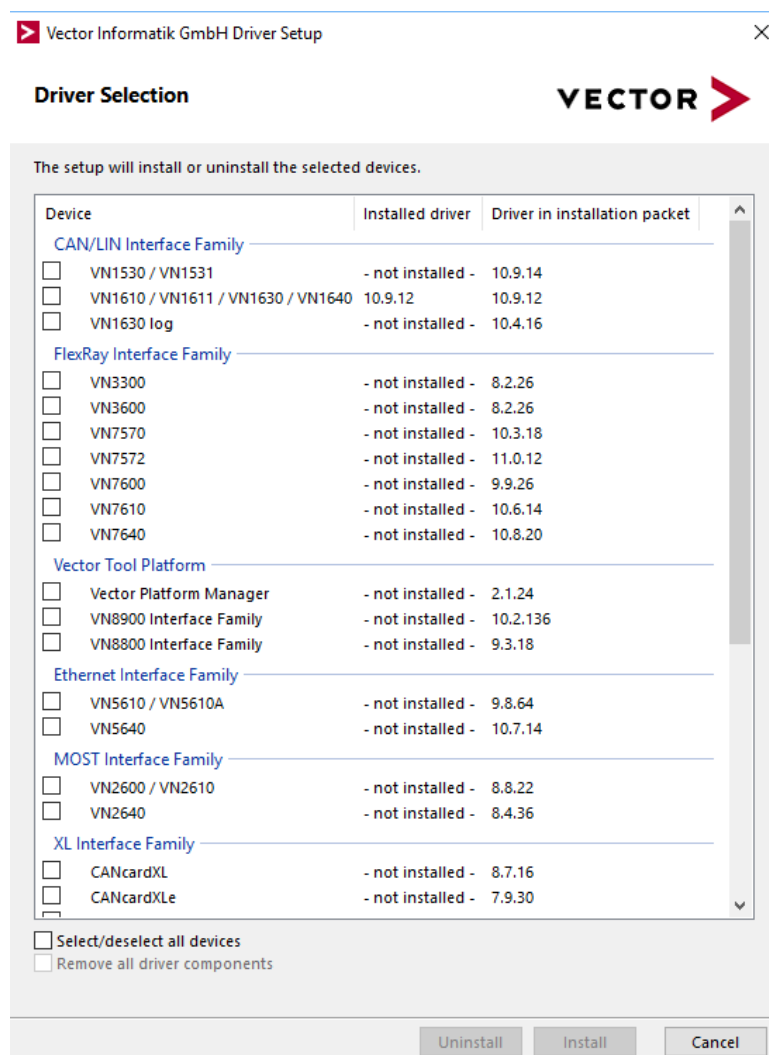

Fig. 4.48: Vector 驱动选项
- 选择对应的硬件设备的驱动程序并运行安装 (如图 Fig. 4.48)。